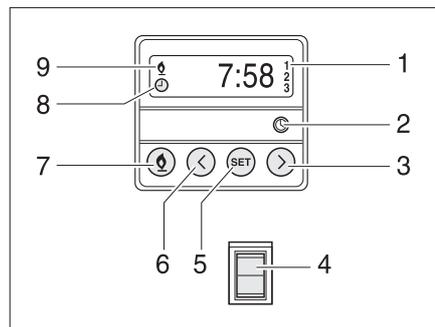

Fig. 197 Centralina di controllo per riscaldamento fisso
**Accensione manuale:** ■ Premere il tasto (Fig. 197,7). Il funzionamento del riscaldamento viene indicato con il simbolo (Fig. 197,9). La ventola viene inserita solo quando la temperatura dell'acqua di raffreddamento è pari a 30 °C.
**Spegnimento manuale:** ■ Premere il tasto (Fig. 197,7). Il simbolo (Fig. 197,9) si spegne.
**Inserimento del riscaldamento del motore:** ■ Premere l'interruttore (Fig. 197,4) in basso. Il motore viene preriscaldato. La ventola viene inserita immediatamente.
**Disinserimento del riscaldamento del motore:** ■ Premere l'interruttore (Fig. 197,4) in alto. Il motore rimane freddo.
**Impostazione dell'ora:** ■ Premere il tasto (Fig. 197,2). L'impostazione dell'ora viene indicata con il simbolo (Fig. 197,8).
■ Impostare l'ora con i tasti (Fig. 197,3 e 6).
**Programmazione dell'inizio del riscaldamento:** ■ Premere il tasto (Fig. 197,5).
■ Impostare l'orario di accensione con i tasti (Fig. 197,3 e 6) entro 10 secondi.
**Selezione orario di accensione programmato:** ■ Premere il tasto (Fig. 197,5) fino a che nel display (Fig. 197,1) non appare il numero di programmazione desiderato.